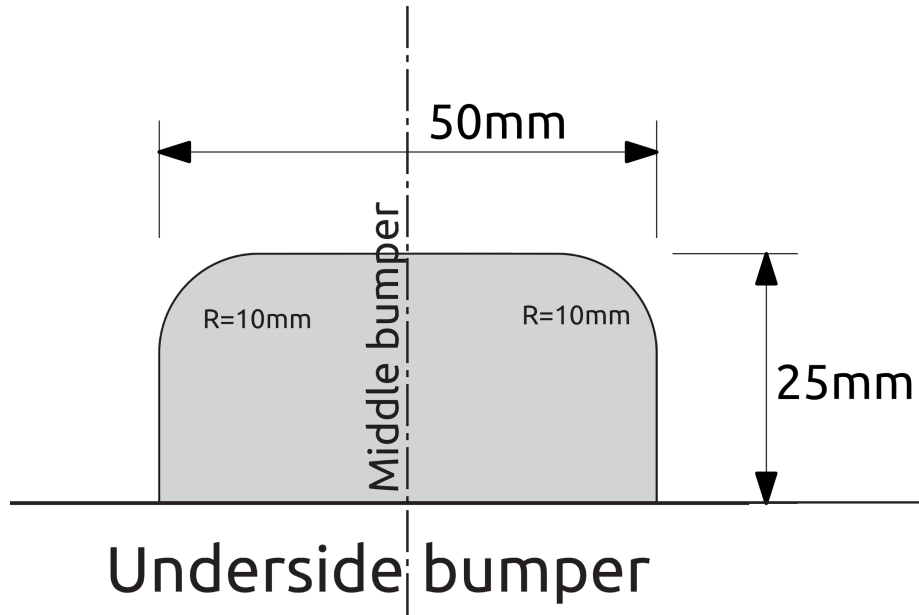

Fig. 3
7. Focus HB; 2008-2011:: Выпилить обозначенную часть, как указано на рис. 3.